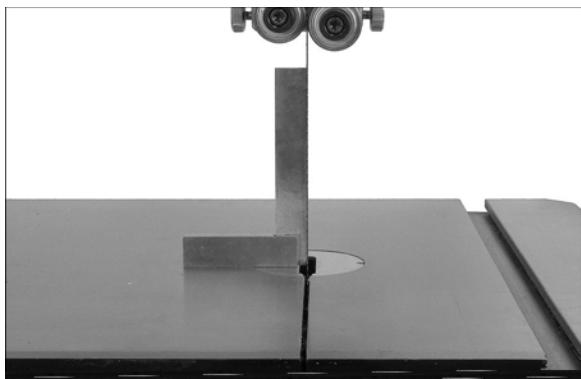

Рис. 17.
- Положите на стол угольник, установив его вплотную к пильному полотну, чтобы проверить, что угол между столом и полотном составляет  $90^{\circ}$ . См. Рис. 17. Не надавливайте угольником на пильное полотно.